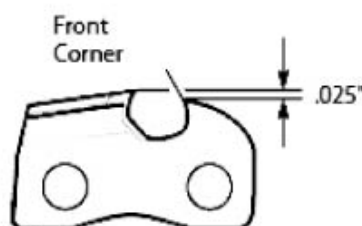

Figura.15
3. Rimuovere l'attrezzo. Con una lima piatto smussare l'angolo anteriore del calibro.(vedere Figura 15).